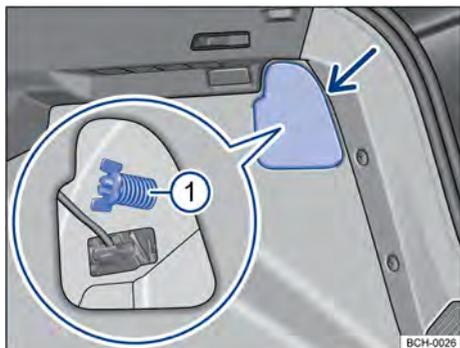
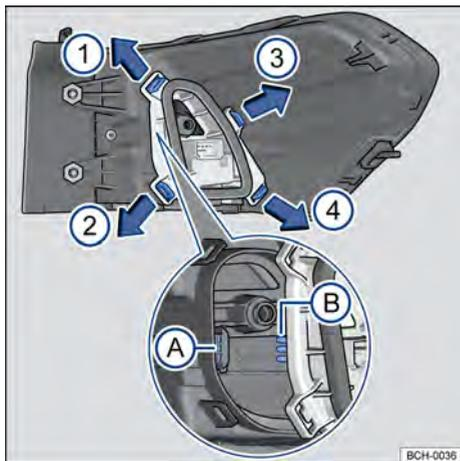

Fig. 163 No compartimento de bagagem: desinstalar cobertura e retirar o parafuso borboleta ❶ (lupa).
Fig. 164 Lanterna traseira: desinstalar o suporte das lâmpadas
- ❶ Observar a lista de controle e executar as ações → Página 213.
- ❷ Abrir a tampa traseira → Página 74.
- ❸ Para abrir a cobertura da lanterna, girar a trava → Fig. 163 (seta).
- ❹ Abrir a cobertura junto com a trava para o lado.
- ❺ Soltar o parafuso borboleta ❶ (lupa) e retirá-lo, segurando, ao mesmo tempo a lanterna traseira.
- ❻ Puxar cuidadosamente a lanterna traseira para fora, para desencaixá-la da carroceria → ❶.
- ❼ Desencaixar o conector de alimentação das lâmpadas da lanterna, para remover totalmente a lanterna.
- ❽ Colocar a lanterna traseira sobre uma superfície limpa e lisa.
- ❾ Para destravar o suporte das lâmpadas, pressionar cada lingueta de travamento → Fig. 164 no sentido das setas.
- ❿ Remover o suporte das lâmpadas cuidadosamente.
- ⓯ Instalar o suporte das lâmpadas na lanterna traseira, com atenção no encaixe das lâminas de contato na carcaça → Fig. 164 A) e B). As linguetas de travamento devem encaixar de forma audível obedecendo a sequência → Fig. 164 ❶, ❷, ❸ e ❹.
- ⓲ Segurar a lanterna traseira na posição de montagem com uma das mãos e aparafusar com a outra o parafuso borboleta → Fig. 163 ❶.